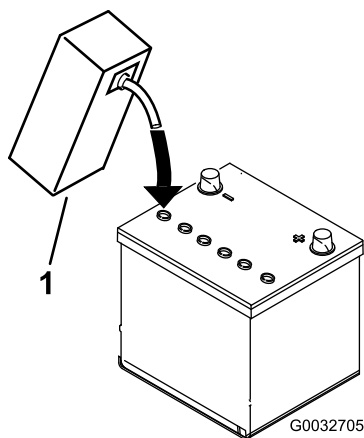

図 8
3. 各セルの電極板が液面下 6 mm 程度に水没するまで、電解液を慎重に入れる 図 8。
4. 電極板が液を吸収するまで20-30分間程度待つ。必要に応じて、電極板が 6 mm程度水没するぐらいに電解液を補充する 図 8。